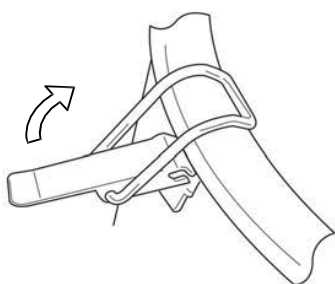

Fig.1
- 1) Desbloquee las pinzas de cierre (8) del depósito y retire la tapa (1) (**fig. 1**).